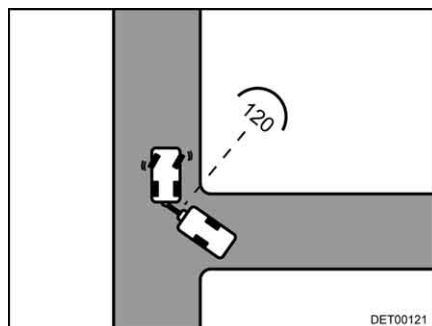

Bild 18 Anfahrt
- Sobald beide Fahrzeuge in einem Winkel von ca. 120° zueinander stehen, anhalten (Bild 18).